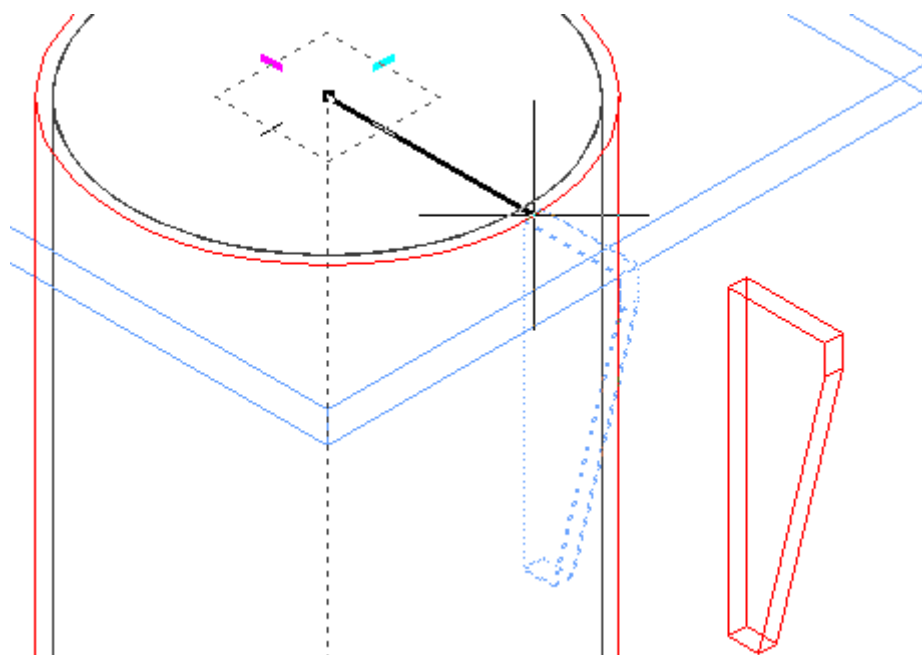

Рисунок 49
- Направить построение, как показано на Рисунок 49, зафиксировать направление (Нажать клавишу «Enter»).
- Выбрать тип привязки **Ближайшая точка**, и привязаться к произвольной точке на грани внешней оболочки трубы (Рисунок 49).